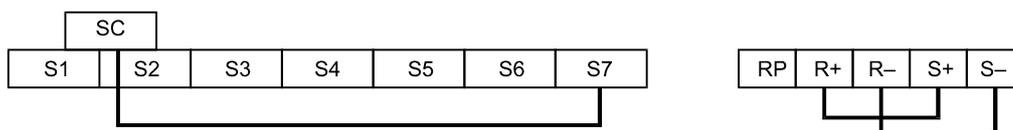

Abb. 6.77 Klemmenverdrahtung für die Selbstdiagnose
3. Verbinden Sie die Klemmen wie in *Abb. 6.77* abgebildet.